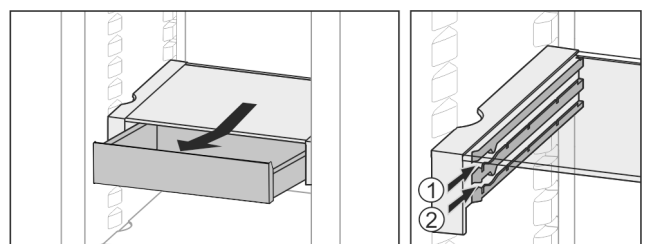

Fig. 28
- ▶ Вставити на будь-якій висоті Fig. 28 (1) або Fig. 28 (2).